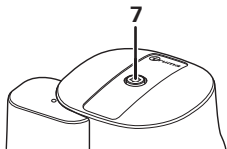
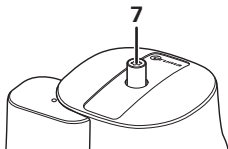

Bild 2a
Bild 2b
Der Crashsensor verfügt über einen Resetknopf, dessen Stellung Auskunft über seinen Status gibt: Stellung „betriebsbereit“ (Bild 2a) oder Stellung „nicht betriebsbereit“ (Bild 2b).
Zum Zurücksetzen den gelben Resetknopf (7) kräftig drücken, leicht im Uhrzeigersinn drehen und 10 Sekunden lang halten und sicherstellen, dass er in der Stellung „betriebsbereit“ (Bild 2a) bleibt.
- Das Auslöseelement des Crashesensors (9) so weit hineindrücken, dass der gelbe Resetknopf (7) herauspringt, so dass der Crashesensor in Stellung „nicht betriebsbereit“ (Bild 2b) ist.
- Schraubkappe (10) des Prüfanschlusses abschrauben und Prüfpumpe mit Prüfschlauch an den Prüfanschluss anschließen.
- Den gelben Resetknopf (7) drücken, leicht im Uhrzeigersinn drehen und 10 Sekunden halten und sicherstellen, dass er in der Stellung „betriebsbereit“ bleibt (siehe Bild 2a).
- Die Schraubkappe (10) nach jedem Entfernen unbedingt wieder anbringen.